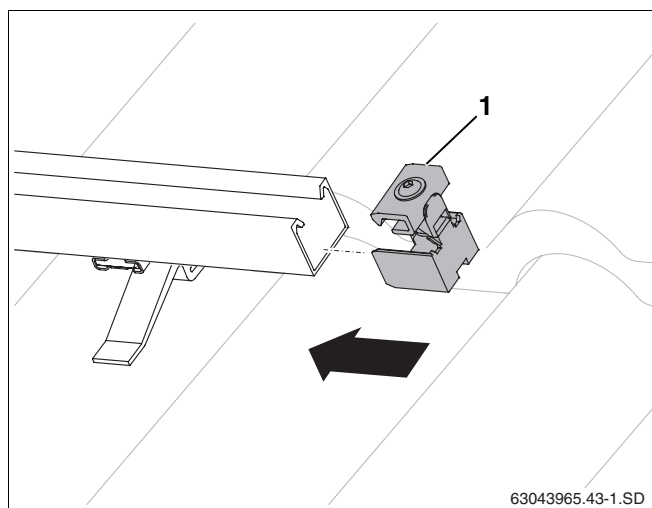

Fig. 41 Insérer les tendeurs unilatéraux
- Glissez les tendeurs unilatéraux (fig. 41, **pos. 1**) à l'extrémité droite du champ de capteur dans les rails profilés jusqu'à ce que la première perforation longitudinale du rail s'enclenche.